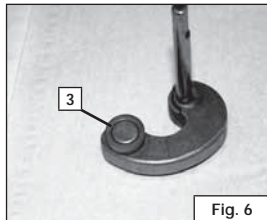

Fig. 6
- Prestare attenzione che la rondella di fine corsa (3) non cada nel basamento del motore (Fig. 6).
- Be careful not to drop the stop ring (3) into the crankcase (Fig. 6).
- Faire attention que la rondelle de fin de course (3) ne tombe pas dans le carter moteur (Fig. 6).